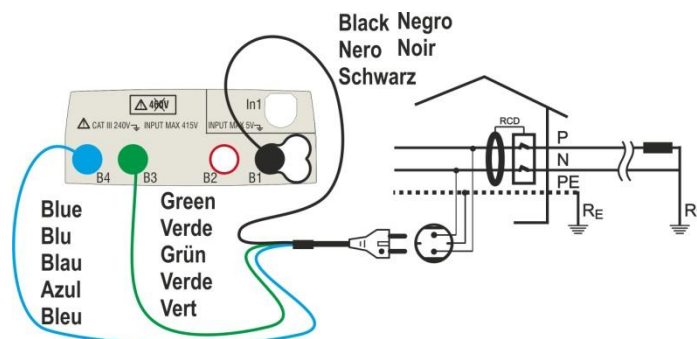
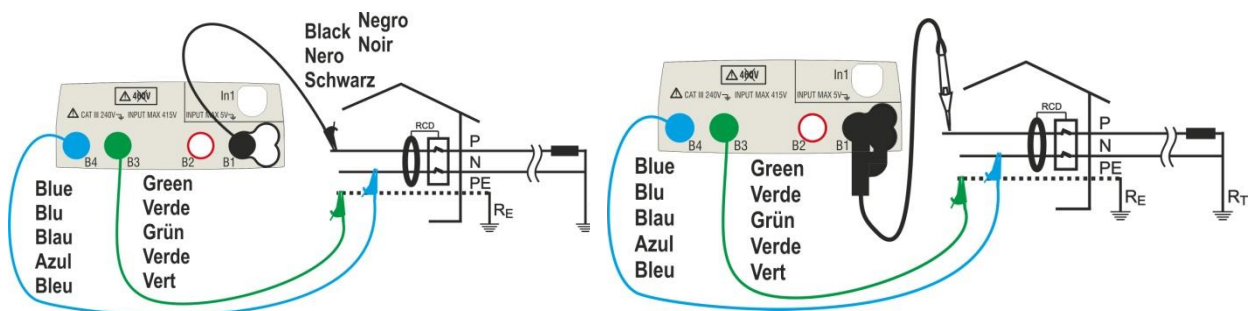
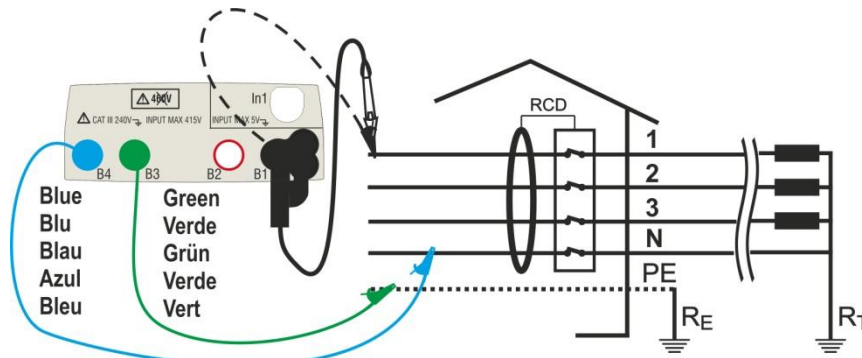
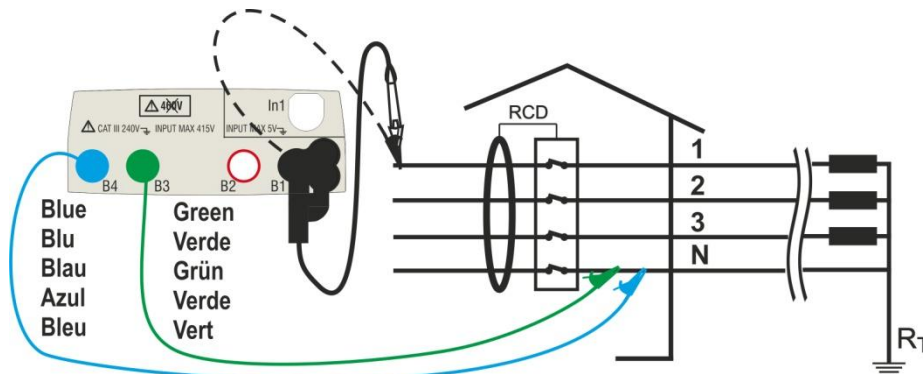

Fig. 10: Ligação em sistemas monofásicos ou bifásicos 230V através de ficha shuko
Fig. 11: Ligação em sistemas monofásicos/bifásicos 230V com cabos individuais e ponteira remota
Fig. 12: Ligação em sistema trifásico 400V + N + PE com cabos individuais e ponteira remota
Fig. 13: Ligação 400V+ N (não PE) com cabos e ponteira remota (não para RCD tipo B)
6. Inserir os conectores verde, azul e preto do cabo shuko com três terminais nos correspondentes terminais de entrada do instrumento B3, B4 , B1. Como alternativa, utilizar os cabos individuais e inserir nas extremidades dos cabos que permanecem livres os correspondentes crocodilos. Eventualmente, utilizar a ponteira remota inserindo o seu conector multipolar no terminal de entrada B1. Conectar a ficha shuko, os crocodilos ou a ponteira remota à rede eléctrica de acordo com as Fig. 10, Fig. 11, Fig. 12, Fig. 13 e Fig. 14